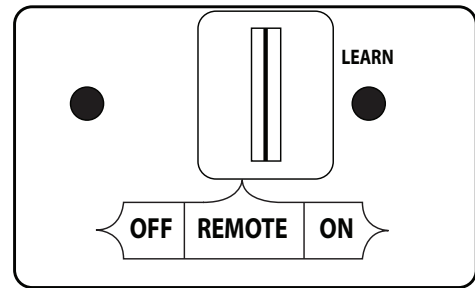

Fig. 40-1 Détail récepteur de télécommande (ON / SUR)
1. Repérez l'interrupteur à 3 positions sur le récepteur de télécommande (voir Fig. 40-1), Et faites glisser le commutateur en position **ON** (sur).